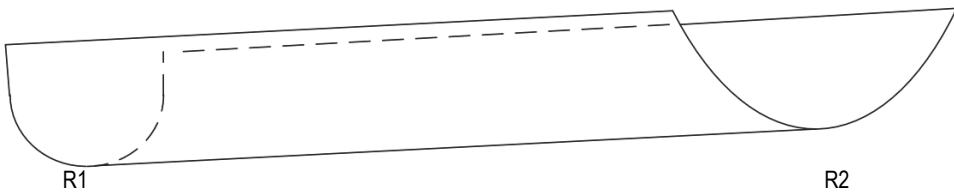

Рис. 4-57 Положения R1 и R2
3. Если вы используете поверхность, которая не меняется вдоль траектории сканирования, вы можете использовать один и тот же ориентир для установки начала и конца строга. Если поверхность меняется вдоль линии сканирования, используйте положения R1 и R2 (Рис. 4-57 на стр. 156) в качестве ориентиров для этапов 4. на стр. 132 – 9. на стр. 160. На Рис. ниже, радиус кривизны в положении R1 меньше, чем R2.
4. Поместите преобразователь на образец в точке R1, как показано на Рис. 4-57 на стр. 156. Если форма образца не меняется, используйте любое чистое место на образце.